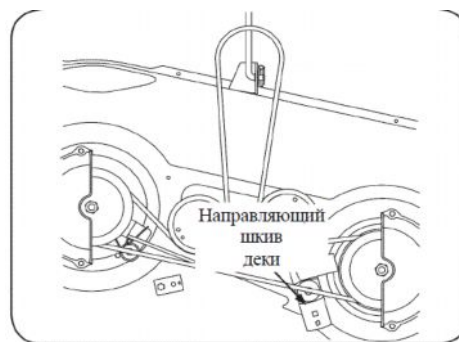

Рис. 11
**ПРИМЕЧАНИЕ:** Если натяжение ремня большое и не позволяет снять со шкива электрического сцепления вала отбора мощности, воспользуйтесь трещеткой с квадратом 3/8", установив ее в квадратное отверстие, расположенное на кронштейне натяжного ролика и отожмите его левом направлении по отношению к трактору для уменьшения натяжения ремня. См. Рис. 11.